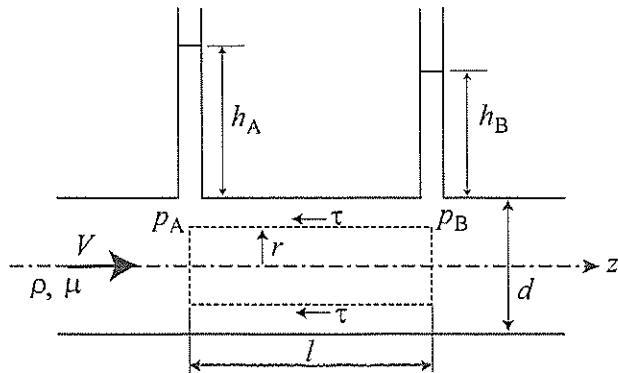

図 2
図 2 のように、水平に置かれたまっすぐな滑らかな円管（直径 d （一定））内の十分に発達した非圧縮性粘性流体①の定常流れを考える。いま、円管の中心軸（ z 軸）方向に距離 l だけ離れた二点（A 点および B 点）における管内の圧力を、液柱圧力計（マノメータ）を用いて測定したところ、上流の点（A 点）の圧力は p_A 、下流の点（B 点）の圧力は p_B であった。以下の設問に答えよ。ただし、流体①の密度を ρ （一定）、流体①の粘性係数を μ （一定）、圧力を p 、重力加速度を g 、平均流速を V とし、流れは層流とする。
- (1) マノメータにおける A 点の液柱の高さを h_A 、B 点の液柱の高さを h_B とするとき、二点間の圧力差 $\Delta p = p_A - p_B$ を、 h_A と h_B を用いて表せ。
- (2) 図 2 の点線のように円管内の流体中に z 軸を中心軸とする半径 r 、長さ l の円柱状の検査面をとる。その検査面の側壁に作用するせん断応力を τ とするとき、検査面に作用する力のつり合いから、せん断応力を Δp 、 l 、 r を用いて表せ。
- (3) 管内の速度分布 $u(r)$ が次のように表せることを示せ。